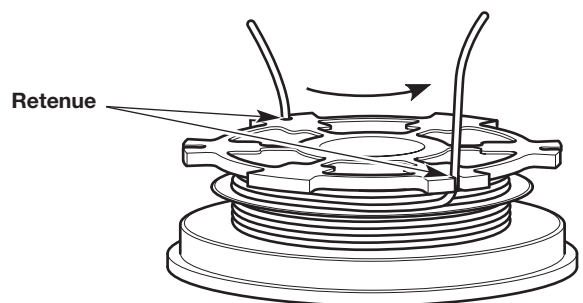

Fig. 21
3. Insérez les deux extrémités de 15,24 cm (6 po) dans les deux fentes de retenue de .095 (Fig. 21).
4. Insérez les deux extrémités de 15,24 cm (6 po) dans les deux fentes de retenue de .095 (Fig. 21).